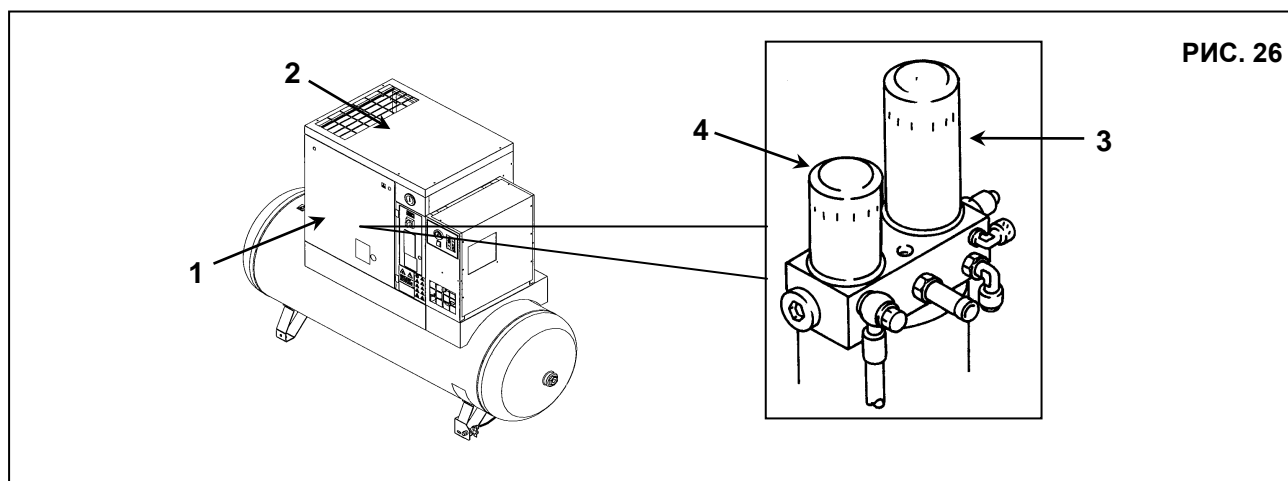

РИС. 26
- Откройте переднюю панель, поз. 1, Рис. 26, специальным ключом.
- Снимите защитное устройство (кожух машины), поз. 2, рис. 26
- Извлеките маслоотделительный фильтр, поз. 3, и масляный фильтр, поз. 4, Рис. 26
- Закройте крышку машины, поз. 2, Рис. 26, с помощью соответствующих предохранительных винтов.
- Закройте панель, поз. 1, рис. 26